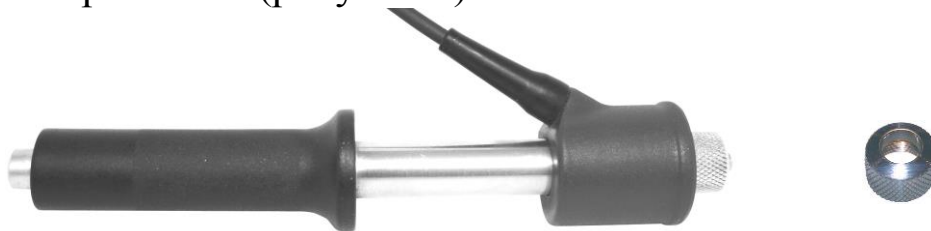

Рисунок 3. Вид преобразователя со специализированной конусной насадкой
- специализированной конусной, для работы в узких местах и на вогнутых поверхностях (рисунок 3).